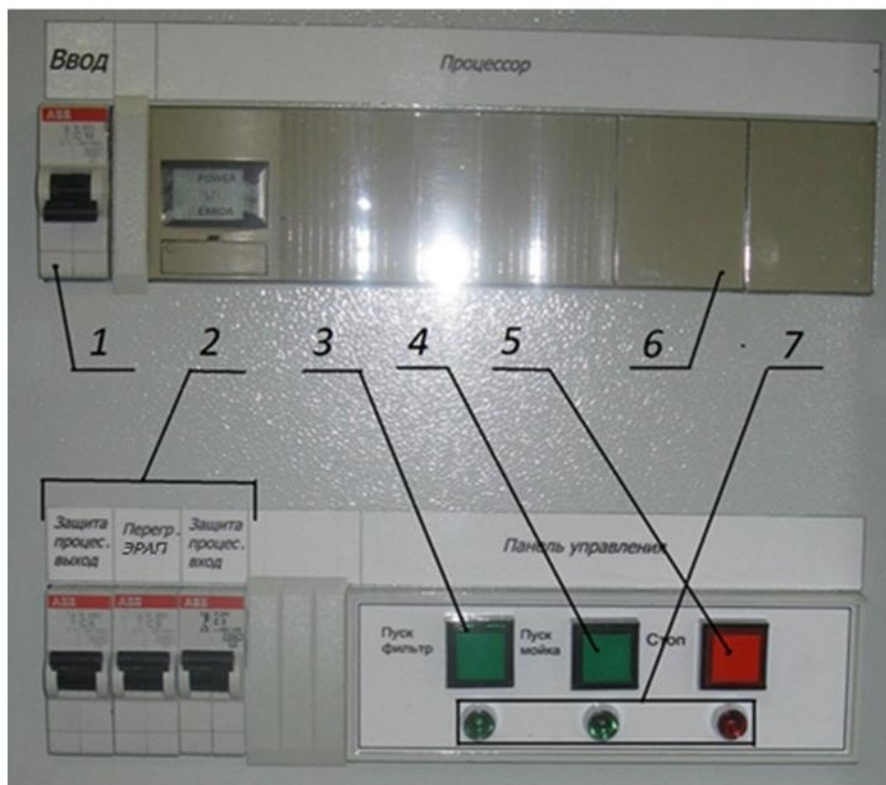

Рис. 4. Фото щита управления (ЩУ) Дымофильтром.
- в. В щите управления включить защитные автоматы (Рис. 4, поз.2.);
- г. В щите управления включить автомат «Ввод» (Рис. 4, поз.1);
- е. В щите управления нажать кнопку «Фильтр» (Рис. 4, поз.3)
- a. В щите управления нажать кнопку «Стоп» (Рис. 4, поз.5);
- b. В щите управления отключить защитные автоматы (Рис. 4, поз.2.) и автомат «Ввод» (Рис. 4, поз.1);
- e. В щите управления включить защитные автоматы (Рис. 4, поз.2.);
- f. В щите управления включить автомат «Ввод» (Рис. 4, поз.1);
- g. В щите управления нажать кнопку «Мойка» (Рис. 4, поз.4)
- c. Включить автоматы «ввод» и автоматы защиты (Рис. 4., поз. 1 и 2);